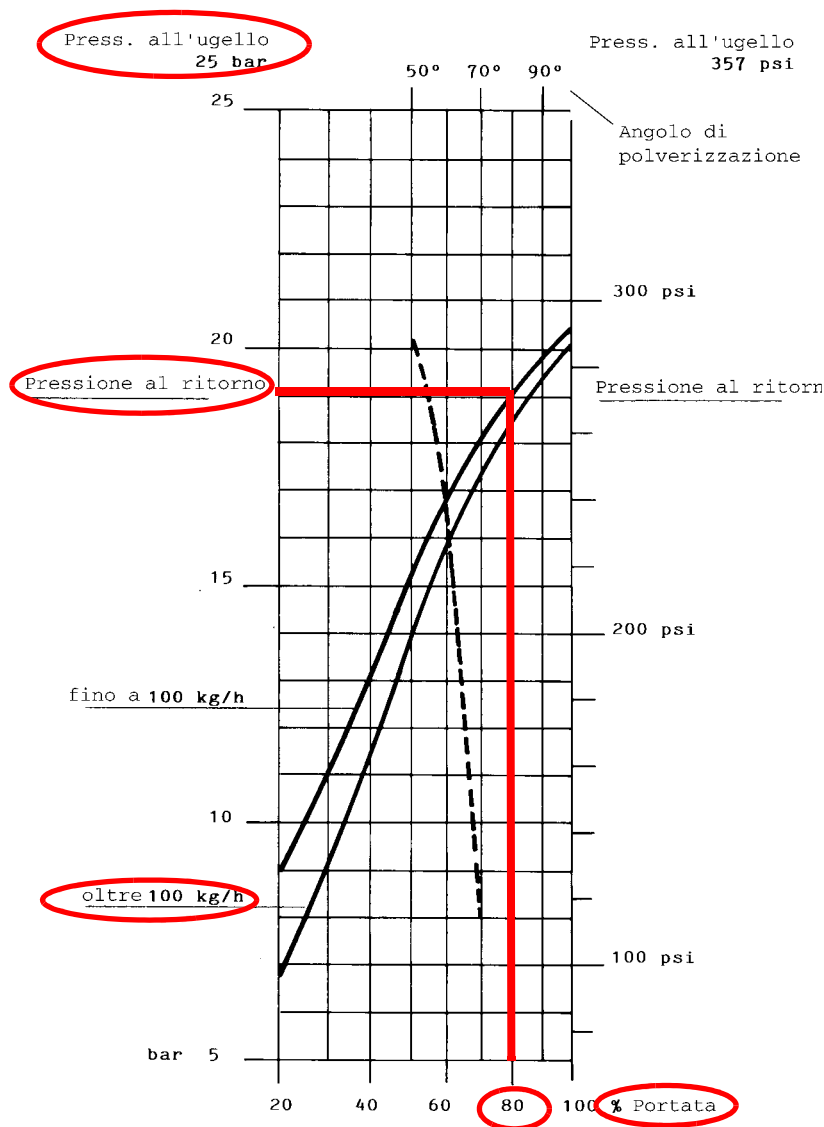
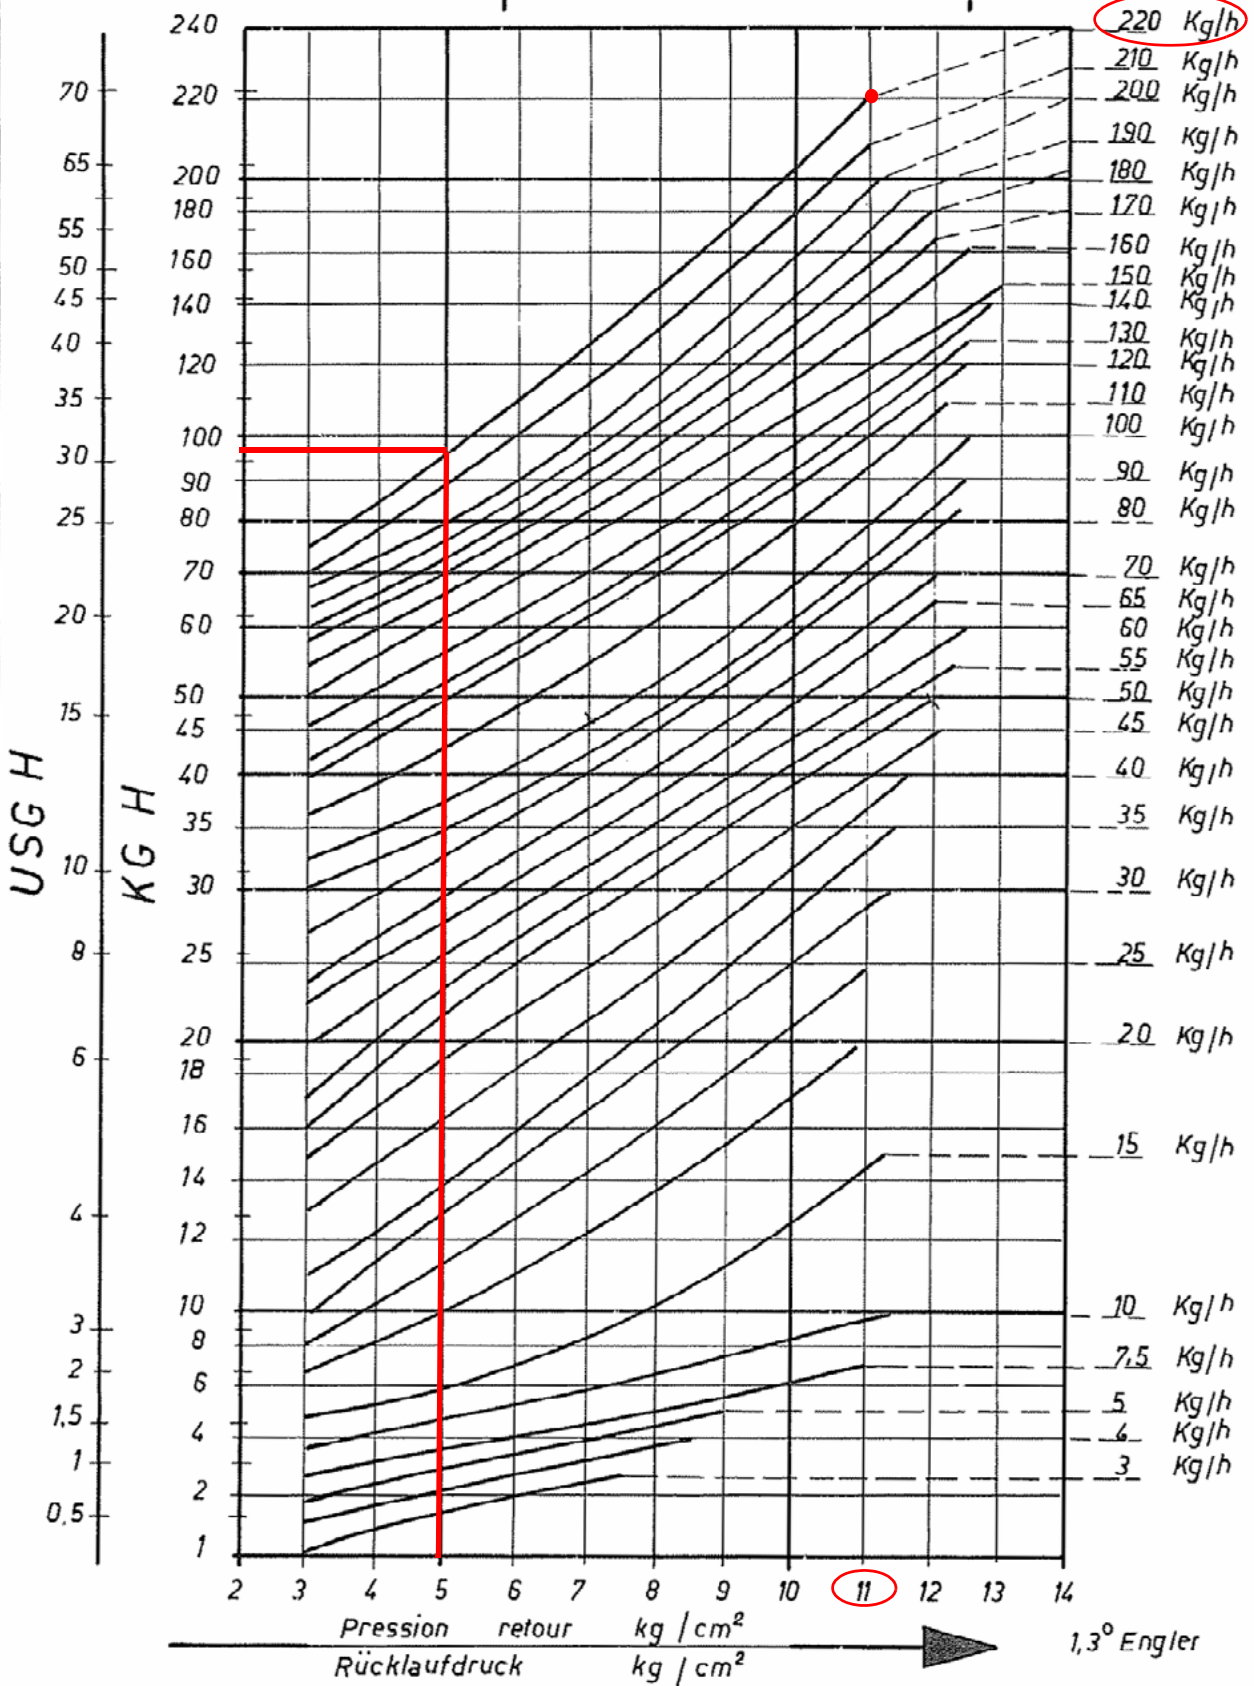

Fig. 15
Fig. 16
La portata del gasolio viene regolata scegliendo un ugello (del tipo a riflusso) di dimensione adatta alla potenza della caldaia/utilizzo e tarando le pressioni di mandata e di ritorno secondo i valori riportati nei diagrammi di Fig. 15 e Fig. 16, a seconda del tipo di bruciatore. Gli ugelli in dotazione sono i seguenti tipi (a seconda del tipo di bruciatore). Per la lettura delle pressioni consultare i paragrafi successivi.
PG91 - PG92: Bergonzo A3 (Fig. 16)
PG93: Fluidics WR2 (Fig. 15)
Esempio: l'80% della portata nominale di un ugello Fluidics, si ottiene, per ugelli oltre i 100 kg/h, con circa 18 bar di pressione al ritorno (vedi diagramma in Fig. 15).
- 16 spostare la **camma III** (bassa fiamma) verso il minimo in modo che il servocomando inizi a chiudere fino a che i due cuscinetti siano in corrispondenza della vite di regolazione relativa al punto immediatamente inferiore: avvitare la vite **V** per aumentare la portata, svitare per diminuirla, al fine di ottenere il valore di pressione come da diagramma in Fig. 15/Fig. 16, in base alla portata richiesta.